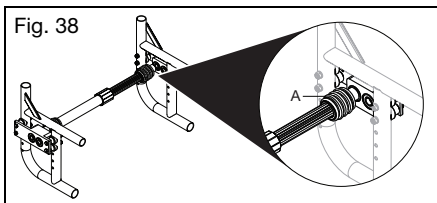

Fig. 38
El montante para manejo unilateral tipo hemi debe desengancharse y extraerse antes de plegar la silla. Para extraerlo, siga los pasos a continuación sin el usuario en la silla de ruedas. Esto se aplica al manejo unilateral tipo hemi de liberación rápida que se puede identificar en la Fig. 38 (que se muestra como ejemplo en un chasis Catalyst).
1. Tome firmemente una de las fundas de goma (Fig. 38:A) al final del montante y tirela hacia atrás.